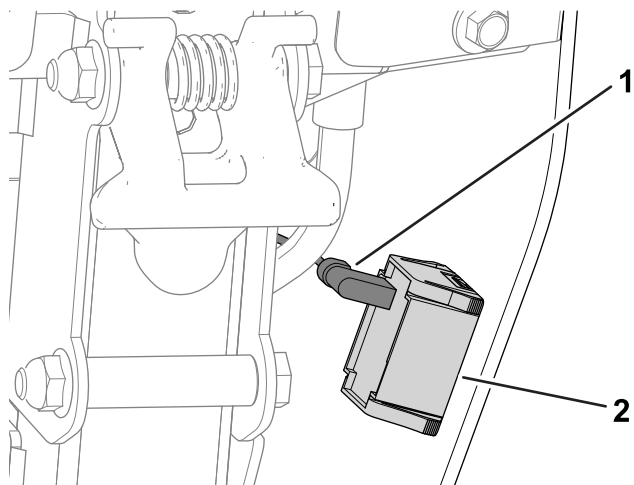

Figure 40
- A. Débranchez le connecteur du faisceau du compteur horaire (Figure 40).